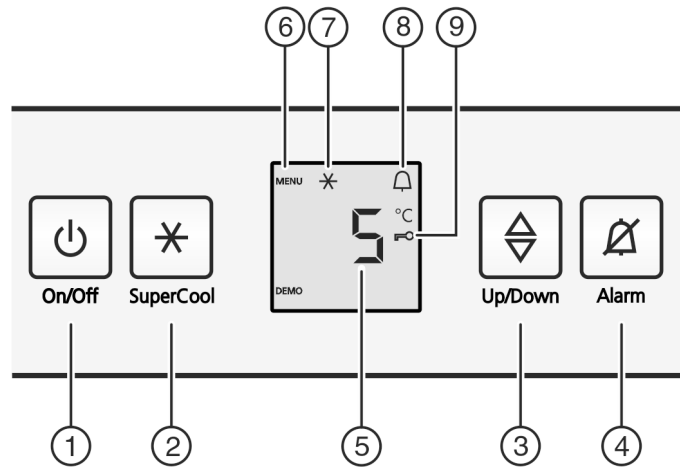

Fig. 2
- ▶ Premere il tasto On/Off Fig. 2 (1).
- ▶ Premere il tasto SuperCool Fig. 2 (2) per ca. 5 secondi.
- ▷ Sul display viene visualizzato il simbolo menu Fig. 2 (6).
- ▶ Confermare brevemente con il tasto SuperCool Fig. 2 (2).
- ▷ Sul display si illumina il simbolo sicurezza bambini Fig. 2 (9).
- ▶ Premere brevemente il tasto On/Off Fig. 2 (1).
- ▶ Premere il tasto Allarme Fig. 2 (4).
- ▶ Richiamare la funzione temperatura: premere il tasto di regolazione Fig. 2 (3).
- ▶ Modificare la temperatura con incrementi di 1 °C: premere il tasto di regolazione Fig. 2 (3) fino a quando nel display della temperatura non si illumina la temperatura desiderata.
- ▶ Premere brevemente il tasto SuperCool Fig. 2 (2).